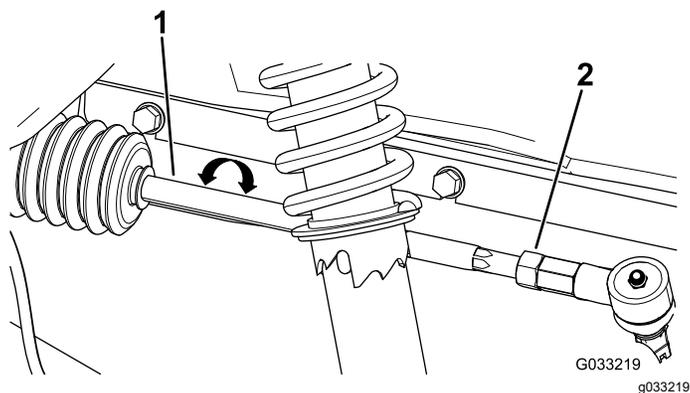

Figure 44
3. Si les mesures ne sont pas comprises entre 0 et 6 mm, desserrez les écrous de blocage aux deux extrémités extérieures des biellettes (Figure 44).